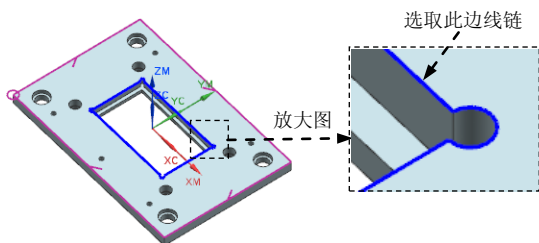

图 11.47 定义参照边线
Step3. 在图形区选择图 11.47 所示的边线，然后单击 **创建下一个边界** 按钮。